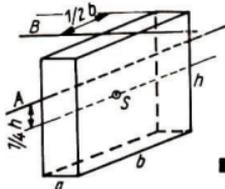

Bild 58
- 10.17 Ein homogener Quader ($a = 20 \text{ mm}$; $b = 50 \text{ mm}$; $h = 80 \text{ mm}$) ist 1. um eine Achse A, 2. um eine Achse B nach Bild 58 drehbar gelagert, und er führt jeweils sinusförmige Schwingungen aus. Berechnen Sie die beiden Frequenzen.